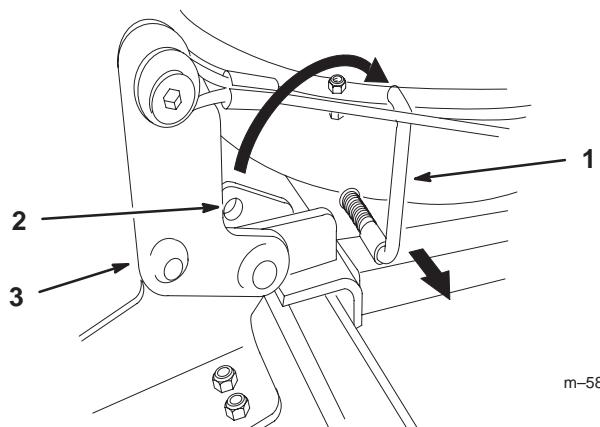

Figure 29
4. Lorsque le dispositif de ramassage est ouvert, retirez la goupille de maintien et introduisez-la dans le trou de la charnière (Fig. 29).